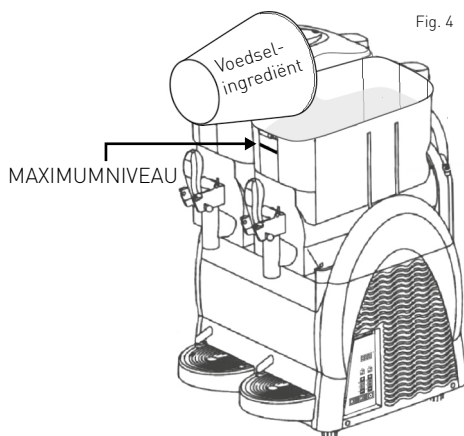

Fig. 4
- Giet het voedselingrediënt in de kom (2) en let er daarbij op dat u de kom niet boven het "MAXIMUMNIVEAU" vult. (See Fig. 4). (Giet geen hete vloeistof in de kom om gevaar te vermijden.)